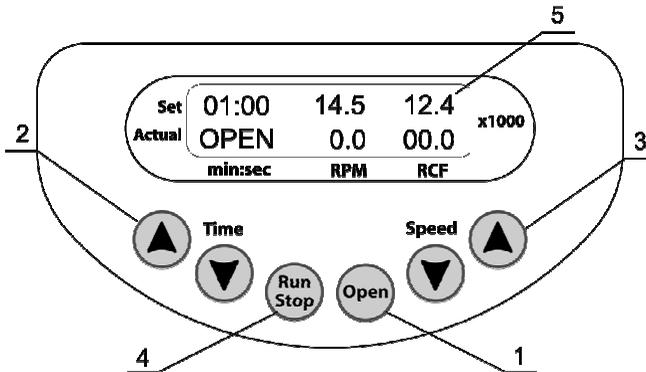
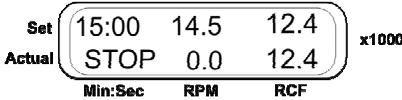
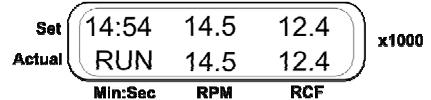

Fig 3. Pannello di controllo
Fig. 4. Pannello di controllo in modalità stop
Fig. 5. Pannello di controllo in modalità operativa
- premere il tasto Open (fig.3/1) e aprire il coperchio esterno sollevandolo verso l'alto con una mano.
- 4.3. Premere il tasto Open (fig. 3/1) e aprire il coperchio esterno sollevandolo verso l'alto con una mano (vedere fig. 3 - sul display compare OPEN). È possibile aprire il coperchio solo quando il rotore è fermo.
- 4.6. Posizionare il coperchio del rotore sul rotore premendo con forza l'impugnatura del coperchio verso il basso. Chiudere il coperchio esterno (il coperchio è chiuso se si avverte il "click" del dispositivo di blocco e se compare la scritta STOP nella riga in basso del display, vedere fig. 4).
- 4.7. Per impostare l'intervallo di tempo desiderato, utilizzare i tasti Time ▲ e ▼ (fig. 3/2).
- 4.8. Per impostare la velocità e la forza centrifuga desiderate, utilizzare i tasti Speed ▲ e ▼ (fig. 3/3) controllando le diciture relative alla forza centrifuga (fig. 3/5). È possibile regolare questi parametri anche quando l'unità è in funzione.
- 4.9. Premere il tasto Run Stop (fig. 3/4) per avviare la centrifugazione. La velocità effettiva e il simbolo RUN lampeggiante compaiono nella riga in basso del display (fig. 5). Quando viene raggiunta la velocità impostata (simbolo RUN fisso), il timer nella riga in alto del display inizia il conto alla rovescia.
- 4.10. Allo scadere del tempo impostato, la centrifugazione si interrompe automaticamente. Durante il rallentamento, sul display compare la scritta STOP lampeggiante (fig. 4). Quando il rotore è completamente fermo, viene emesso un segnale acustico, premere il tasto Run Stop (fig.3/4) per interrompere il segnale.